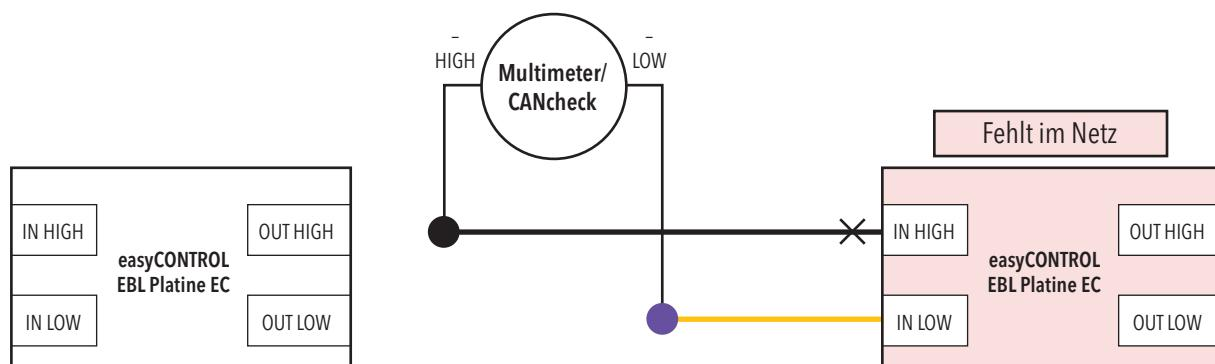

Abbildung 87. Messaufbau zur Detektion einer nicht angeschlossenen Leitung
2. Die Leitung des Vorgängers vom fehlenden Teilnehmer abklemmen und das Multimeter oder den CANcheck anschließen. Siehe Abbildung 87.